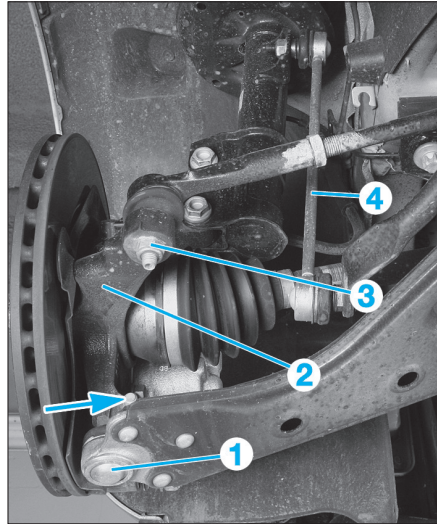

Fig. 7
- Du côté gauche (Fig.7) :
- désolidariser (flèche) la rotule inférieure (1) du pivot (2),
- déposer l'écrou (3) de la rotule de direction et l'extraire du pivot (2) à l'aide d'un extracteur approprié.